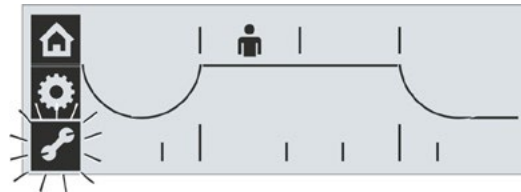

Fig. 1: Vælg menuen Parameter
- Vælg menuen "Parameter": Drej Drive Controller, indtil nøglesymbolet blinker inverst (fig. 1).